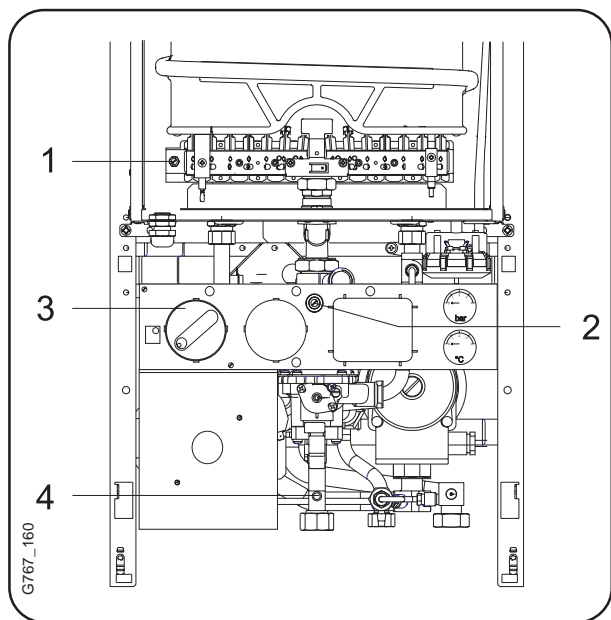

Fig. 13
2. Allentare la vite della presa di pressione gas (Fig. 13, pos. 1) e collegare il manometro.
4. Portare la manopola di impostazione della temperatura di mandata riscaldamento in posizione 7 (Fig. 13, pos. 4).
5. Impostare la pressione al bruciatore secondo la potenza di esercizio scelta (vedi tabella). Impostare la pressione di esercizio al bruciatore tramite la vite di regolazione (fig. 13, pos. 2): per aumentare la pressione del gas girare la vite verso destra, per diminuire la pressione del gas girare la vite verso sinistra.
7. Allentare la vite di chiusura e collegare il manometro al raccordo (fig. 13, pos. 1).
8. Aprire il rubinetto del gas ed avviare l'apparecchio, portare la manopola di impostazione della temperatura di mandata in posizione "7" (fig. 13, pos. 4).
6. Chiudere il rubinetto del gas e togliere il manometro dalla presa di pressione gas al bruciatore e serrare la vite (fig. 13, pos. 1).